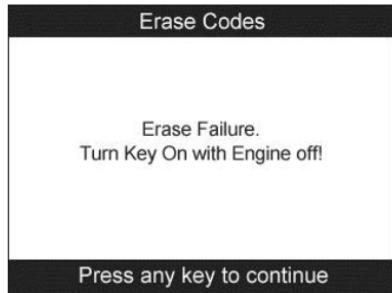

Figura 5.8
- Si los códigos no son eliminados, entonces el mensaje “Borrado Fracasó. ¡Gire la Llave a encendido con el Motor apagado!” aparece. (Figura 5.8)